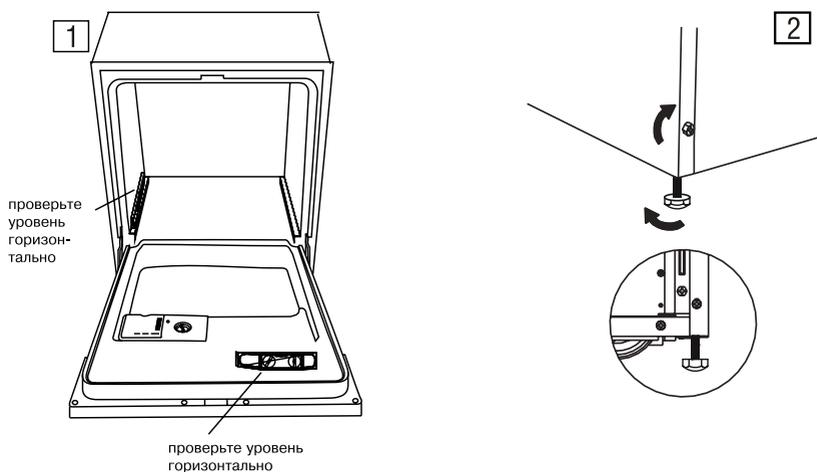

Рис. 8. Регулирование горизонтального положения машины
1. Положите уровень на дверцу и нижний рельс (см. п. 1 на рис. 8) чтобы выровнять машину.
2. Машина разработана так, чтобы пользователь мог регулировать ножи, используя винты в передней части (см. п. 2 на рис. 8).